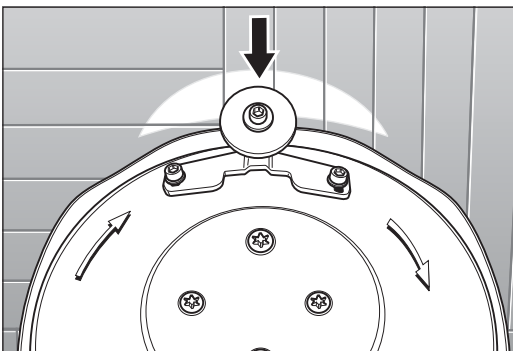

Abb. 23 **Richtige** Einstellung der Lenkrollen:
- 7 Wenn die Maschine **mittig** schleift (Abb. 23), sind die Lenkrollen **richtig** eingestellt.